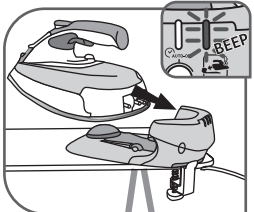

Fig. 14
- A piros jelzőfény kb. 30 másodperc múltán hangjelzés kíséretében villogni kezd, ha a vasaló nem kerül vissza a talpra: a vasalót vissza kell helyezni a talpra töltés céljából – **fig.14.**